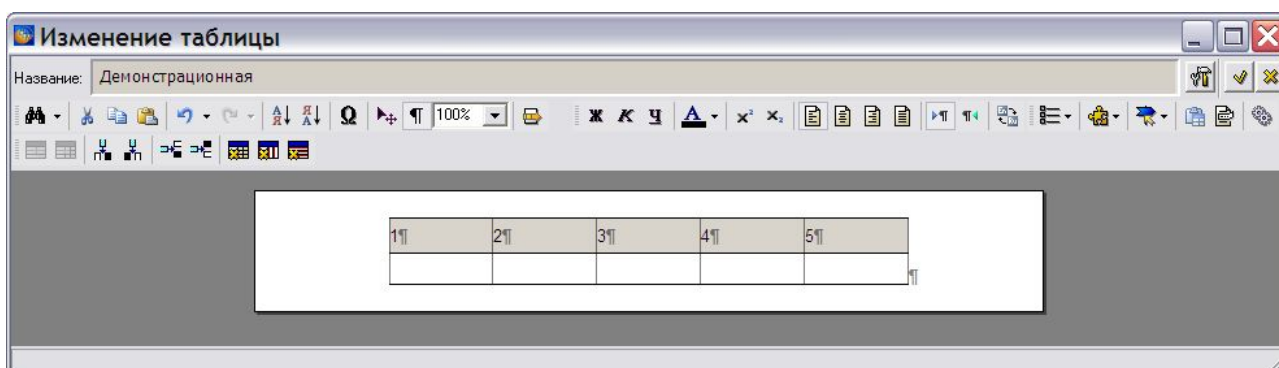

Рис. 5.17
2. Выберите из контекстного меню команду **Открыть**. После этого откроется диалоговое окно **Изменение таблицы** (Рис. 5.17).